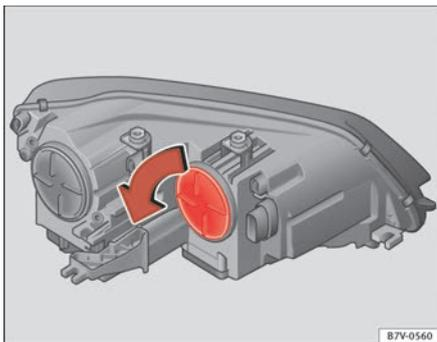

Abb. 215 Im Motorraum:
3.	Abdeckung ⇒ Abb. 215 in Pfeilrichtung drehen und abziehen.
8.	Abdeckung ⇒ Abb. 215 entgegen der Pfeilrichtung bis zum Anschlag drehen.